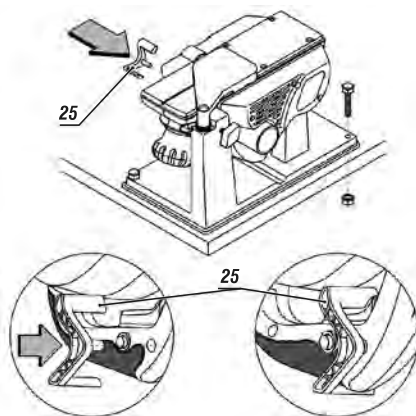

fig.15 - modo estacionário
Para acionar o modo estacionário a ferramenta deve estar ligada, trave o interruptor de acionamento (7) usando a trava do acionamento (25), conforme fig. 15. Para desligar apenas remova a trava do acionamento (25).